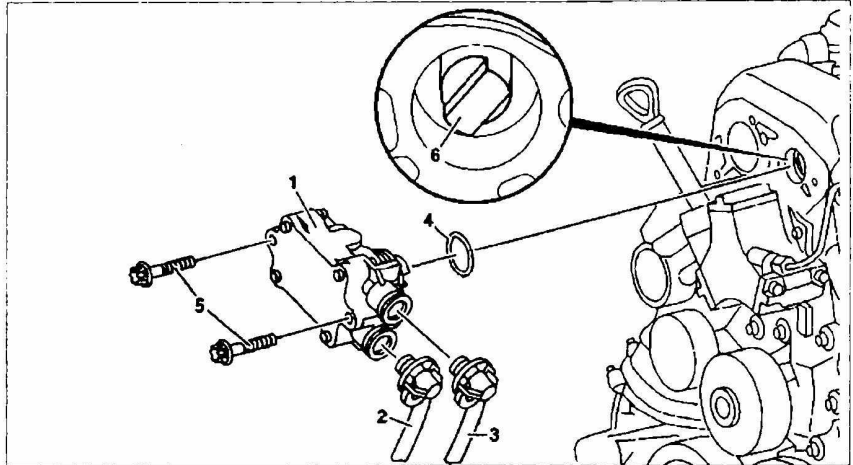

Рис. 25. Снятие и установка топливоподкачивающего насоса:
2. Отсоедините топливопроводы 2 и 3 от топливоподкачивающего насоса 1 (рис. 25).